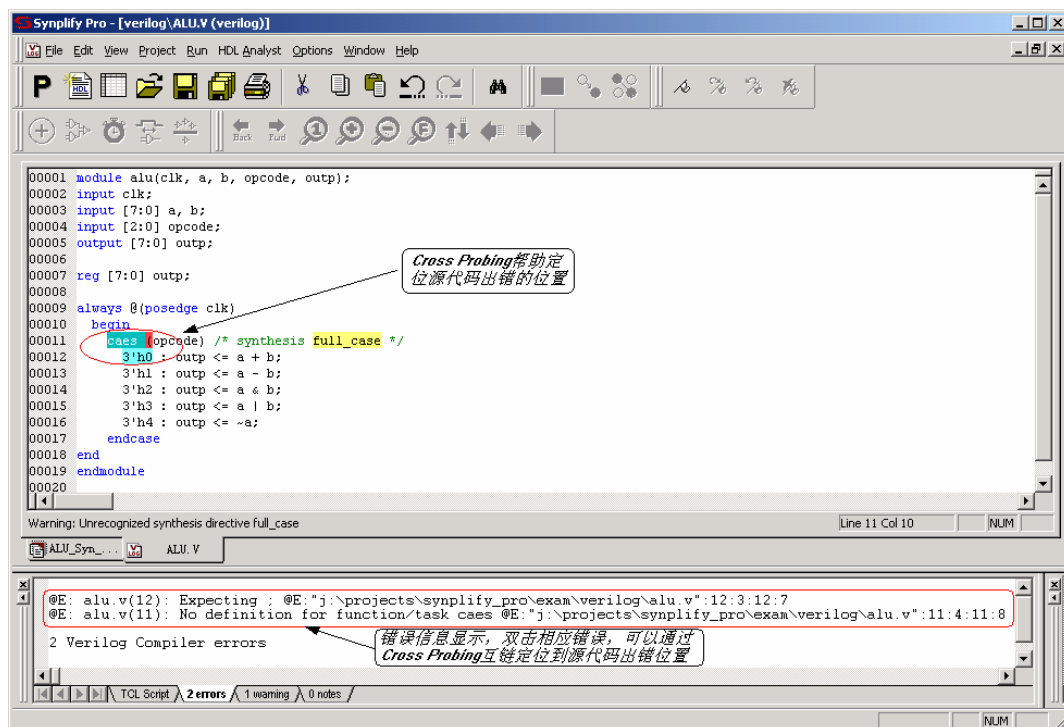

图4-14 语法检错
2. 在菜单栏中选择【Run】/【Syntax Check】命令，则在信息显示窗显示错误警告，如图 4-14 所示。